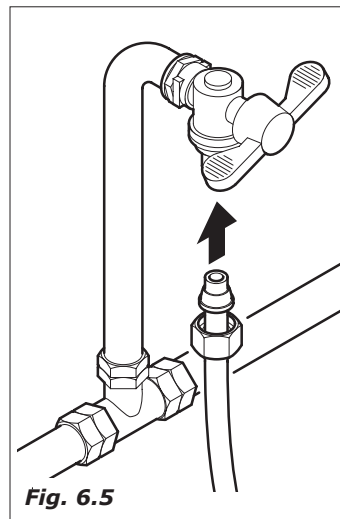

Fig. 6.5
- Coneter a torneira ao distribuidor, utilizando um tubo de nylon para alimentos e que possa suportar a pressão da rede. No caso se utilize tubo flexível é necessário montar no seu interno a bússola de reforço em dotação (Fig.6.5).